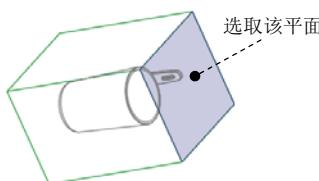

图 7.35 定义封闭面
④ 单击“确定”→“Done Refs 完成参考”→“Done/Return 完成/返回”命令，此时系统显示“封合”菜单。
(4) 定义封合类型。在“封合”菜单中选中 Cap Plane (顶平面) → All Loops (全部环) 复选框，单击“Done 完成”命令，此时系统显示“封闭环”菜单。
(5) 定义封闭环。根据系统“选择或创建一平面，盖住闭合的体积块。”的提示，选取图7.35所示的平面为封闭面，此时系统显示“封合”菜单。
(6) 在菜单栏中单击“Done 完成”→“Done/Return 完成/返回”→“Done 完成”命令，完成收集体积块创建。